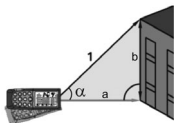

Fig. 12: Misura distanza con calcolo trigonometrico
3. Posizionare lo strumento nel punto (1) corrispondente al valore dell'angolo “ α ” (variabile da $\pm 65^\circ$ con inclinazione trasversale non superiore a $\pm 10^\circ$) desiderato della misura mostrato nel primo display e premere il tasto o il tasto laterale **MEAS** (vedere Fig. 12)
4. Il valore della distanza “1” è mostrato nel display risultante. Il valore della distanza “a” è mostrato nel terzo display calcolato come: $a = (1) * \cos\alpha$. Il valore della distanza “b” è mostrato nel secondo display calcolato come: $b = (1) * \sin\alpha$ (vedere Fig. 12)